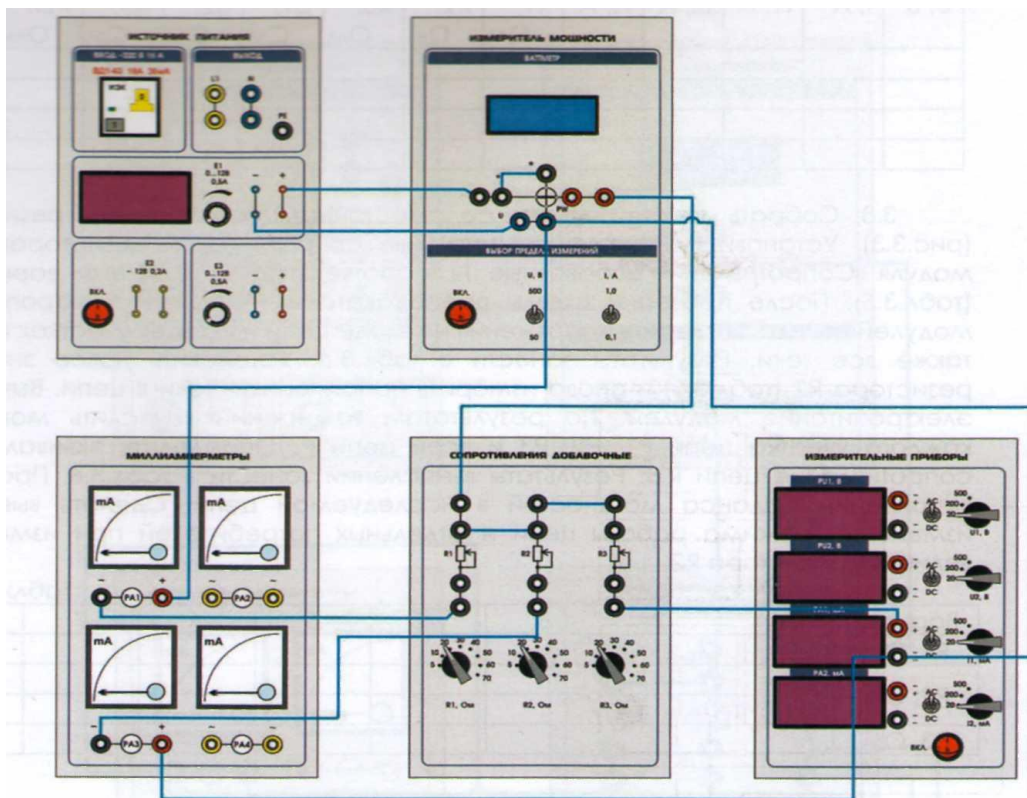

Рис.3.2. Изучение линейной электрической цепи
3.5. Собрать линейную цепь с параллельным соединением резисторов (рис.3.2), подключив только резистор R1. После проверки собранной цепи включить электропитание модулей стенда. Установить в соответствии номером варианта (табл.3.3) величину номинального сопротивления резистора R1. Измерить напряжение и токи в цепи. Результаты измерений занести в табл.3.4. Подключить в схему резистор R2, установить значение сопротивления из табл.3.3, снова измерить напряжение и токи в цепи. Аналогично подключить третий резистор RЭ и измерить напряжение и токи. Результаты измерений занести в табл. 3.4.